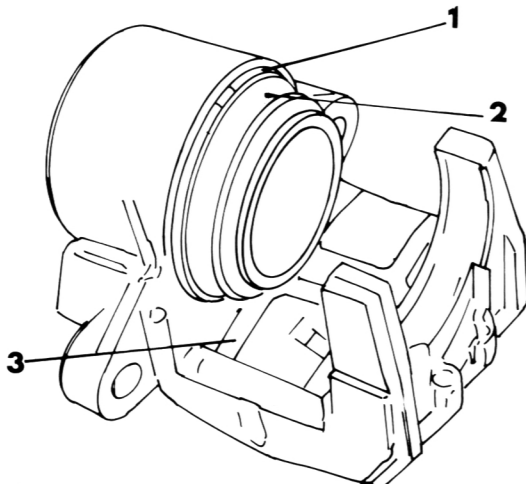

Bild 191
- Die Lage der Bremsklotzfeder (3) beachten. Den Kolbensschuh (2) und die Klammer (1) entfernen (Bild 191).
- Zum Entfernen des Simmerings (1) diesen zuerst in